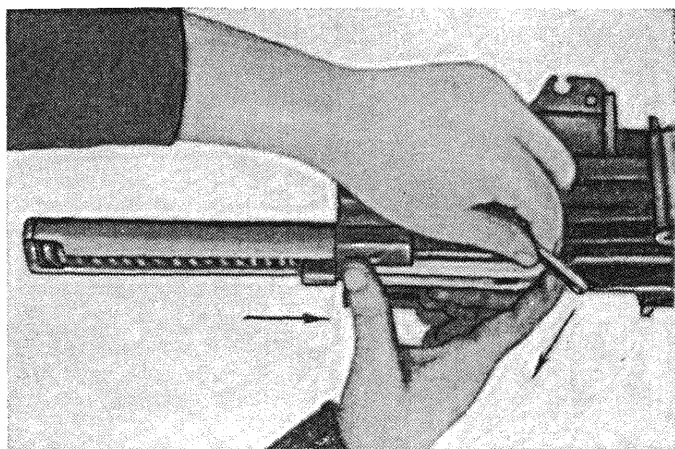

Рис. 82
12. Вставить задний упор в направляющие пазы коробки, продвигая его вперед до совмещения отверстия под замыкатель упора с отверстием в коробке, и зафиксировать его замыкателем упора (рис. 82).